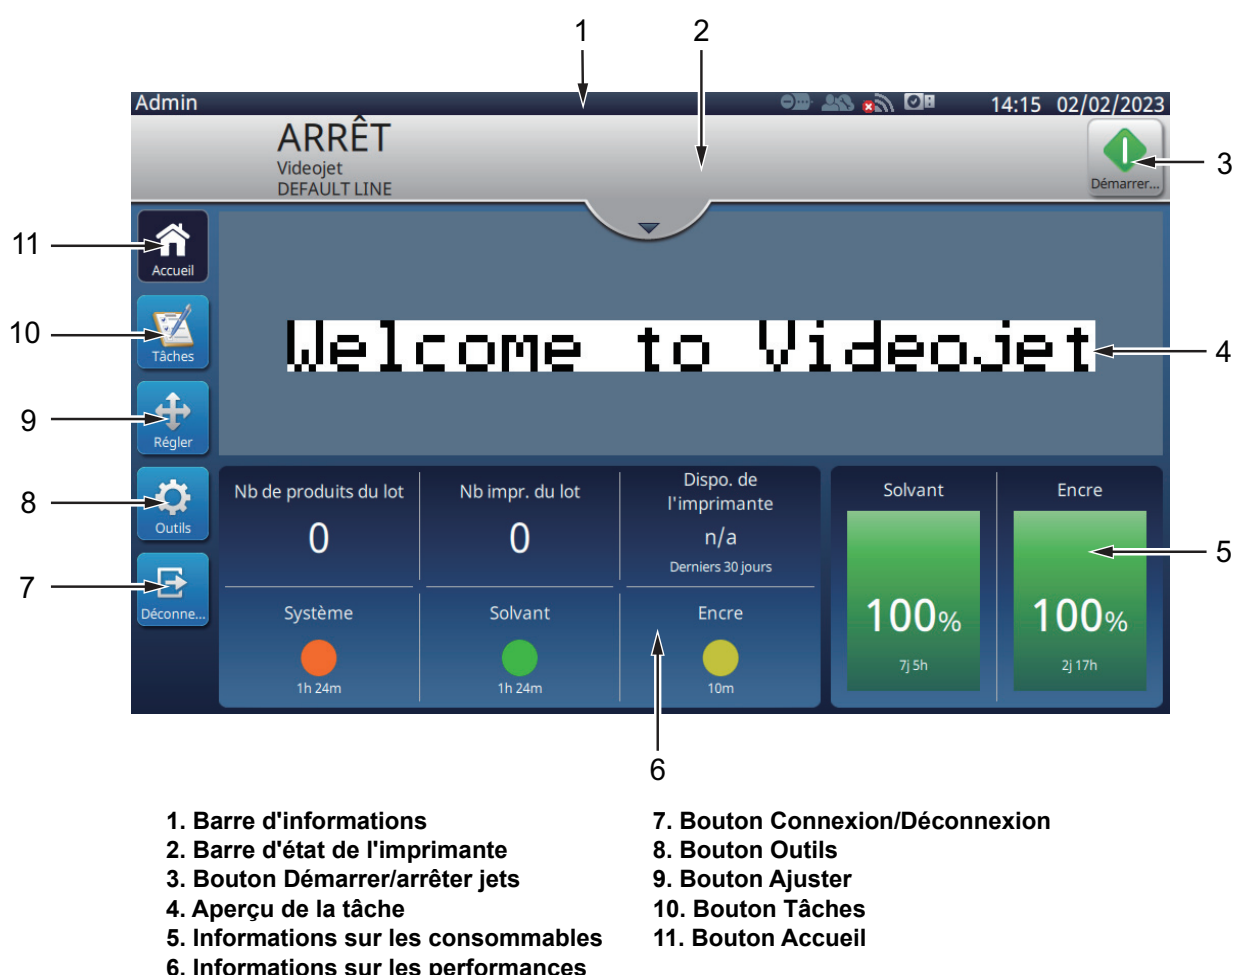

Figure 6-1 : Écran d'accueil
L'interface utilisateur (UI) contient des boutons qui permettent à l'utilisateur d'accéder à différents écrans de l'interface. L'écran d'accueil de l'interface utilisateur se présente comme illustré dans la Figure 6-1. Pour vous déplacer, appuyez rapidement pour sélectionner un élément, appuyez et faites glisser pour faire défiler le menu ou la page et utilisez les flèches pour défiler ou augmenter/réduire les valeurs. Utilisez le clavier et les touches de l'utilitaire pour saisir le texte, les chiffres ou les caractères spéciaux requis.